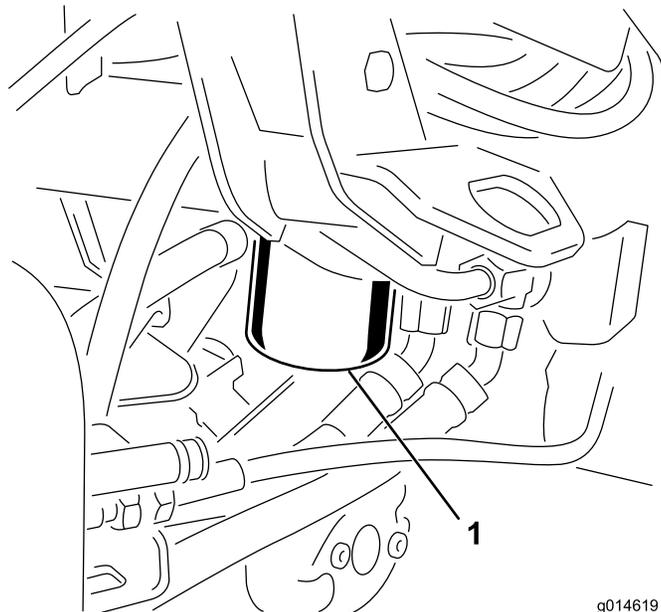

图58
1. 清洁过滤器安装区周围的区域（图58）。在过滤器下面放置一个放油盘并拆下过滤器。